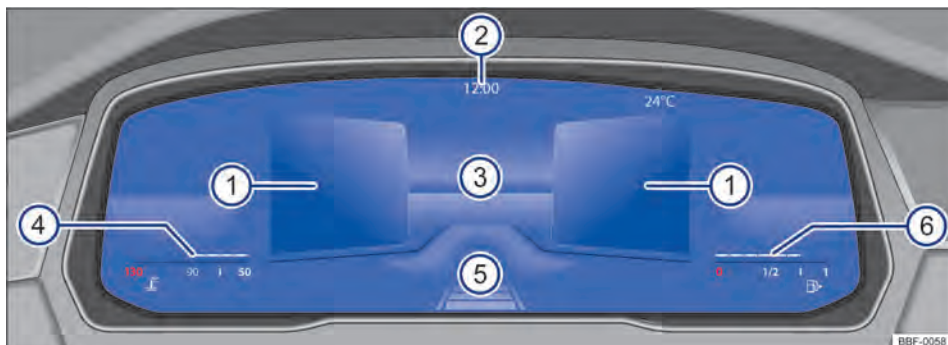

Fig. 11 Active Info Display (variante 2) no painel de instrumentos.
A exibição principal → Fig. 11 ③ pode ser alternada pressionando o botão **VIEW** no volante multifunções. A representação na área de indicação pode exibir as seguintes vistas:
- **Resumo:** após o encerramento da prontidão para condução: exibição de informações sobre o status do veículo nas áreas ①, por exemplo, posição do hodômetro total.